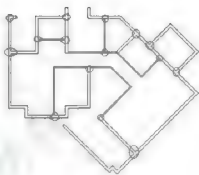

图7-24
**步骤3:** 方法同上继续对多线进行修剪, 最终效果如图7-24所示。